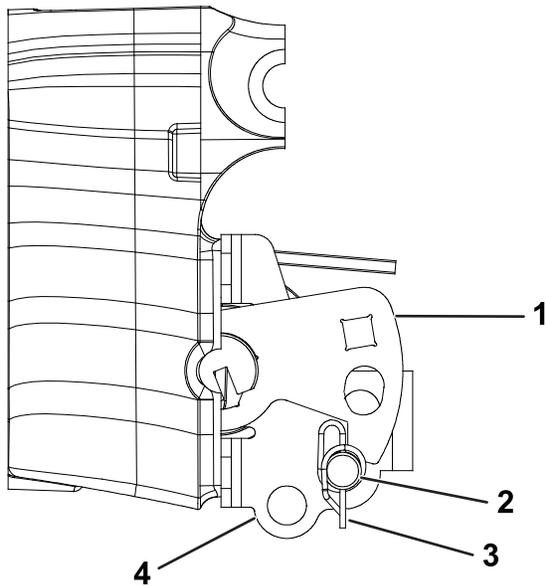

図 1
- 13. カウンタバランス用マウントの真ん中の穴にクレビスピンを入れ、先ほど外したコッターピンでクレビスピンをテンショナアームの下に固定するクレビスピンの正しい位置については図1を参照。
注 油圧駆動リールのマシンでは、図1に示すように、カウンタバランスアセンブリを電路リールマシンの構成に戻してください。この位置にすることで、追加したTMD ウェイトを相殺します。